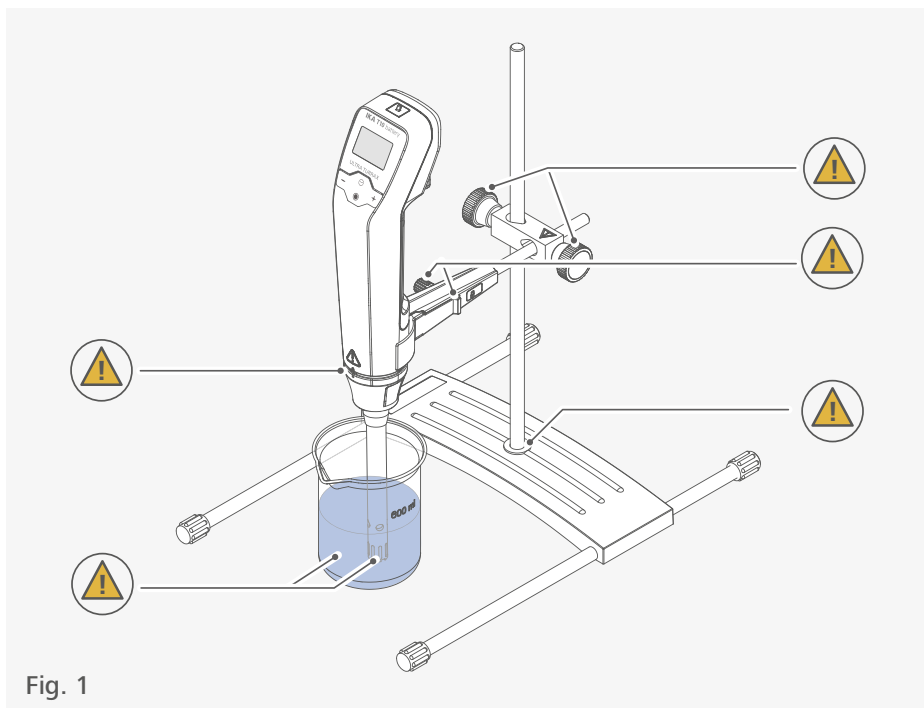

Fig. 1
- › Observe os locais identificados na Fig. 1.